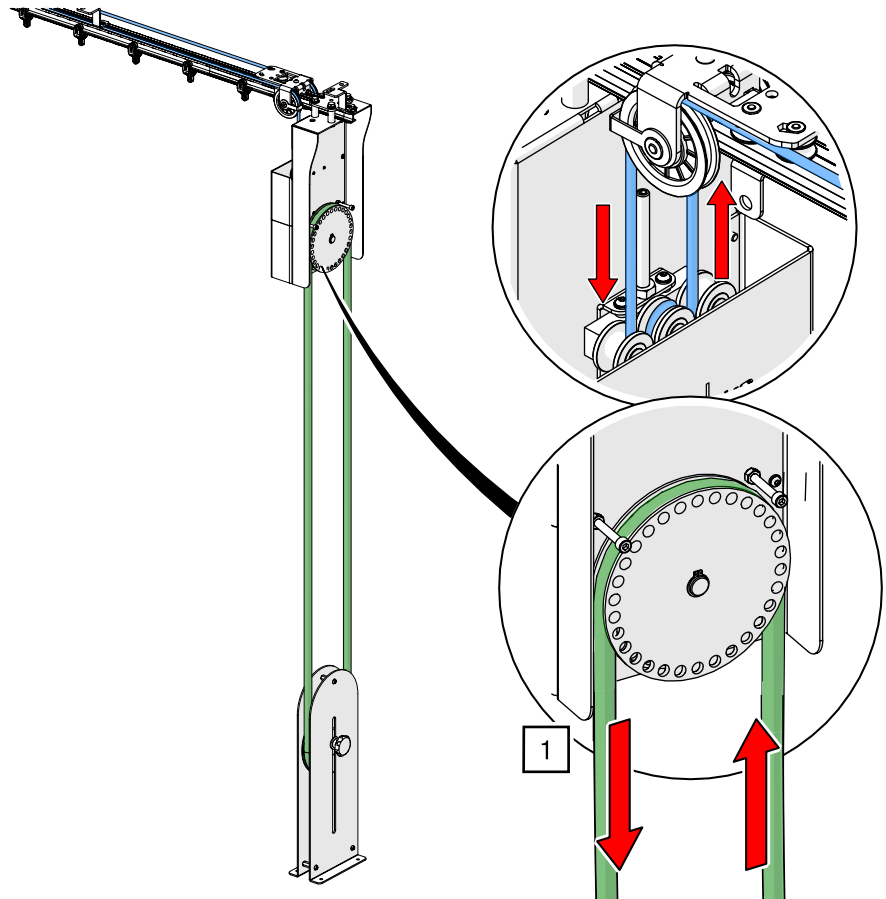

Abb. 139: ROPE-DRIVE – Bedienung
1. Ziehen Sie das Hanfseil – je nach gewünschter Fahrrichtung der angebrachten Last – auf der linken oder rechten Seite nach unten (siehe Abb. 139).